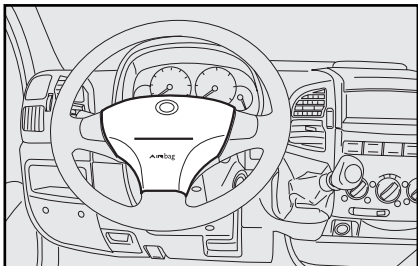

Abb. 137
– in der Mitte des Lenkrads für den Fahrer **Abb. 137**;